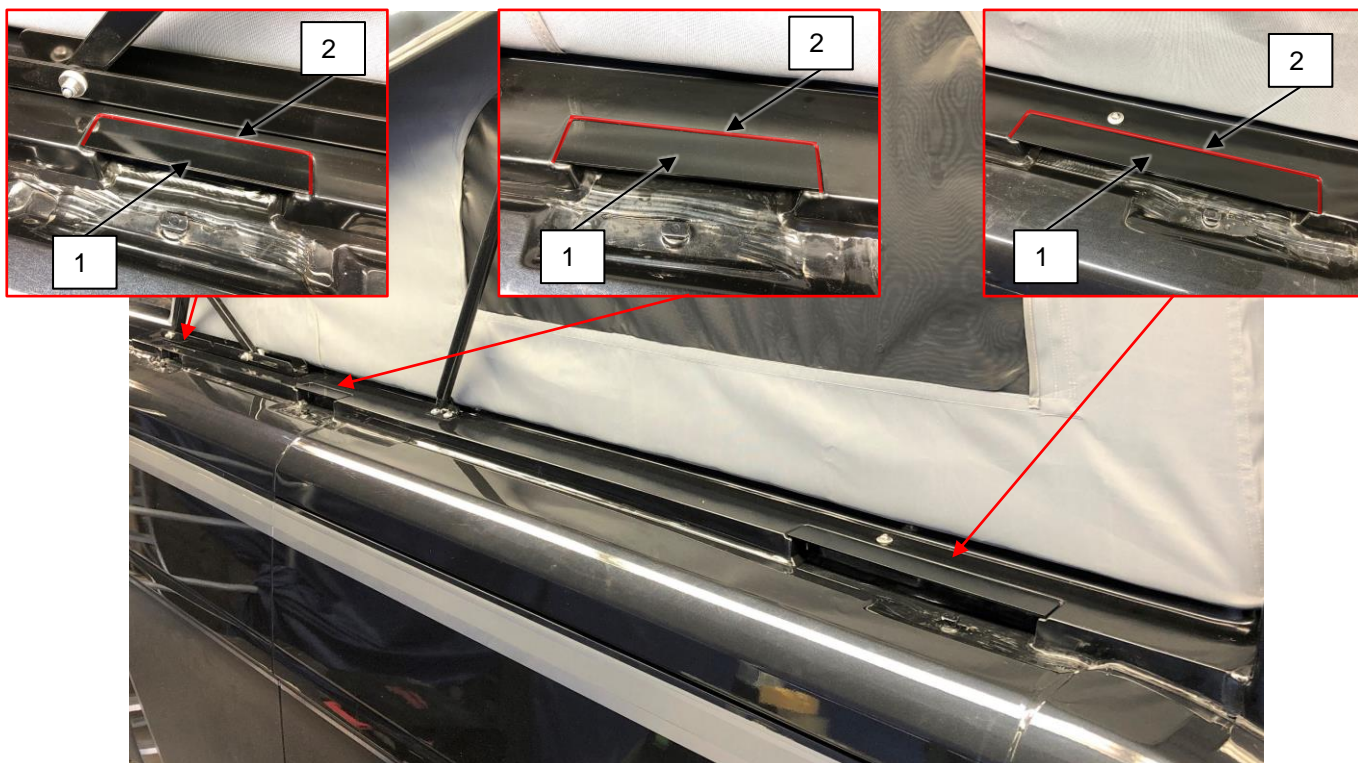
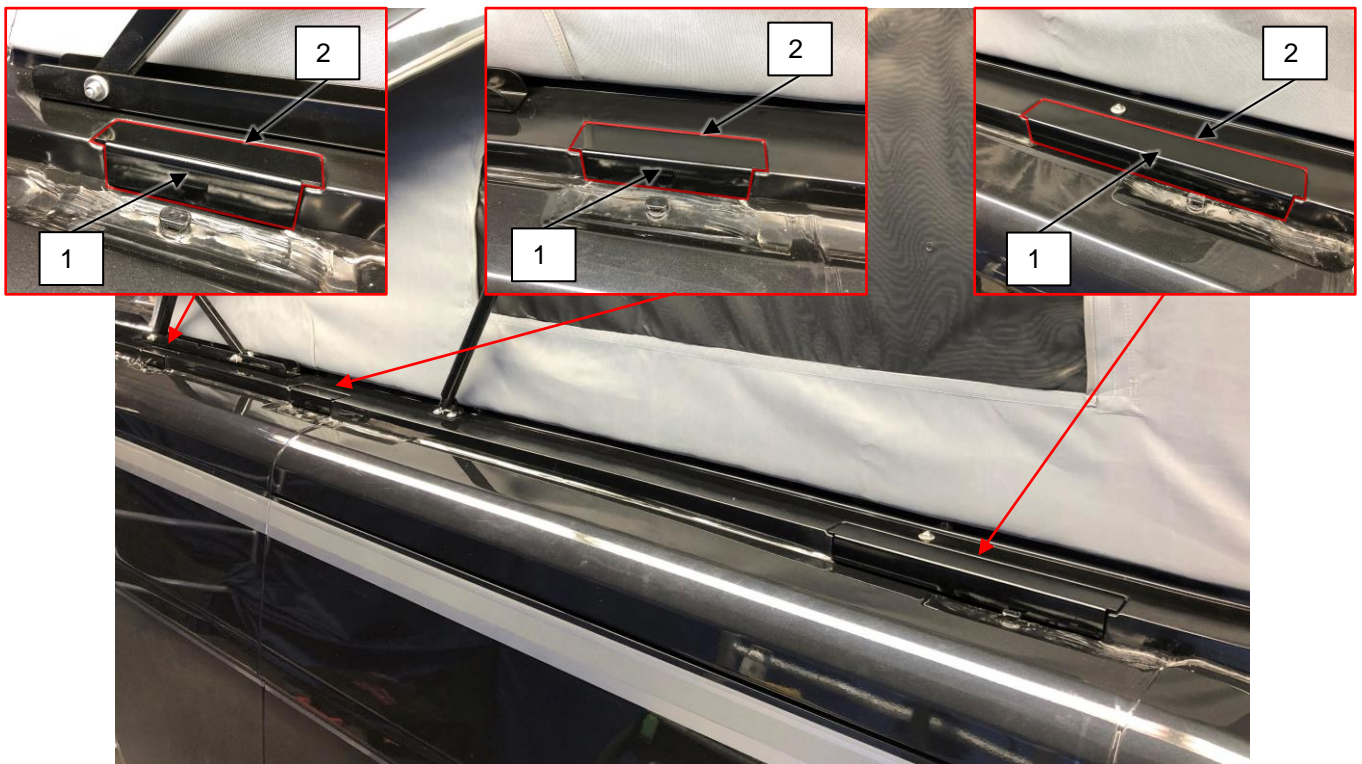

Abb. 6-1: Standardabdeckung ohne Markise / Standard cover without awning
Abb. 6-2: Optionale Abdeckwinkel / *Optional cover brackets*
- Bei Fahrzeugen ohne Markise können entweder die mitgelieferten Abdeckungen (s. Abb. 6-1) verwendet werden, oder als Option Abdeckwinkel (s. Abb. 6-2) bestellt werden:
- Die Abdeckungen in die Aussparungen einkleben (s. Abb. 6-1, 1 und Abb. 6-2, 1)
- Die Fugen glätten (s. Abb. 6-1, 2 und Abb. 6-2, 2)
- For vehicles without awning, either the covers supplied (see Abb. 6-1) can be use a cover bracket can be ordered as an option:
- Glue the covers into the cut outs (see Abb. 6-1, 1 and Abb. 6-2, 1)
- Smoothen the joints (see Abb. 6-1, 2 and Abb. 6-2, 2)